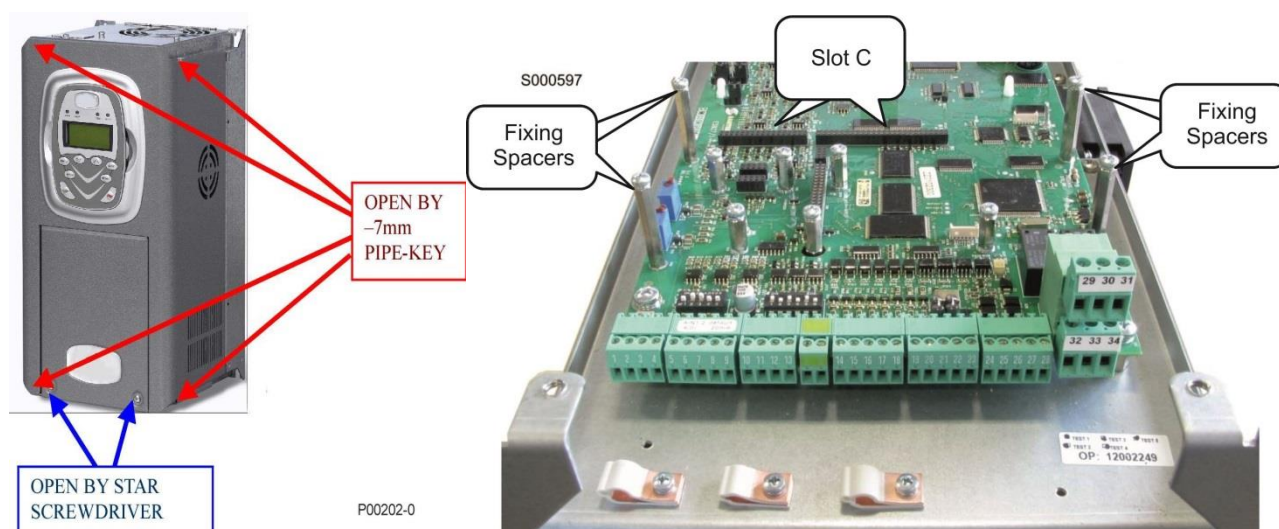

Figura 119: Rimozione del coperchio dell'inverter e posizione dello slot C.
- 2) Per una più agevole installazione della scheda è necessario rimuovere tutto il coperchio dell'inverter allentando le quattro viti a testa esagonale presenti nella parte bassa ed alta dell'inverter. Sono così facilmente accessibili le quattro colonnette metalliche di fissaggio della scheda ES847 ed il connettore dei segnali (Figura 119 - Slot C).